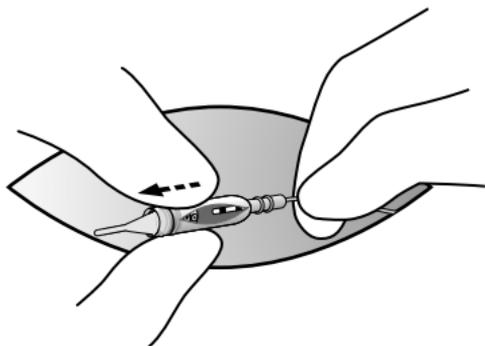

Figura 25. Retire o elétrico do bloco de ligação dos parafusos de fixação
7. Estabilize o eletrodo e retire cuidadosamente o eletrodo do bloco de ligação dos parafusos de fixação (Figura 25).